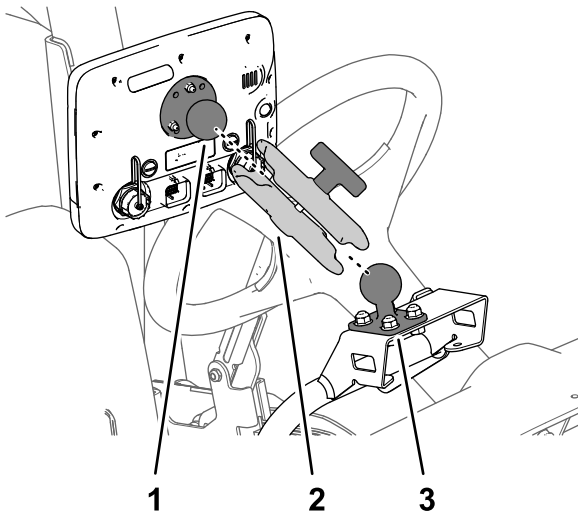

Figura 167
3. Conecte la bola del monitor y el soporte de bola de la máquina al brazo del monitor (Figura 167).
4. Ajuste el monitor de manera que quede visible desde la posición del operador de la máquina, y apriete el pomo del brazo del monitor a mano (Figura 167).